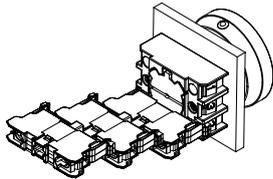
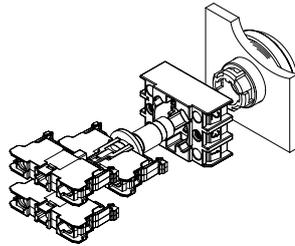

Fig. 4
Fig. 5
2. Montage des éléments de contact du système RF par encliquetage dans les positions 1 à 3 de l'embase de fixation (voir Fig. 4). La position centrale (no. 3) est prévue pour le montage des éléments lumineux des organes lumineux (voir Fig. 5).